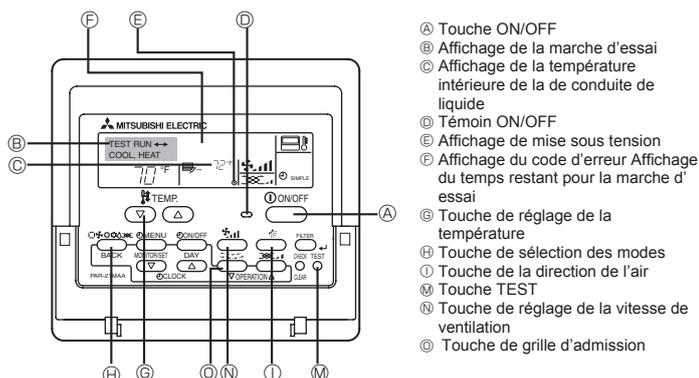

Fig. 7-1
7.2.1. Utilisation de la télécommande filaire (Fig. 7-1)
- ① Mettre l'appareil sous tension au moins douze heures avant l'essai de fonctionnement.
- ② Appuyer deux fois sur la touche [TEST] (ESSAI). ➔ Affichage à cristaux liquides "TEST RUN" (ESSAI DE FONCTIONNEMENT)
- ③ Appuyer sur la touche [Mode selection] (Sélection Mode) et passer en mode refroidissement (ou chauffage).